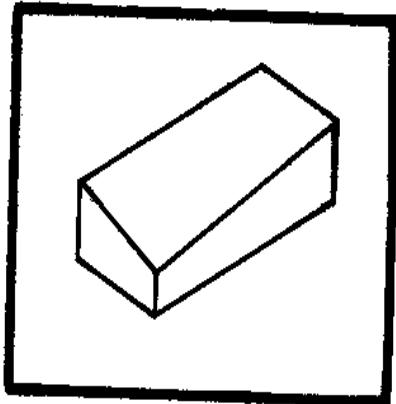

Fig. 19 - Corner Taper
61. Corner el Afilamiento (Vea Fig. 19) UN